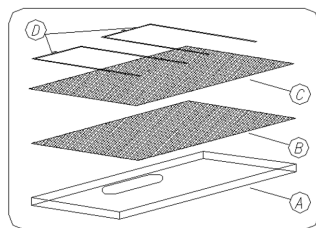

рис.7
- б) снять проволочные держатели (рис. 7 поз. D)
- с) извлечь алюминиевый жироулавливающий фильтр (рис. 7 поз. B)
- заменить угольный фильтр (рис. 7 поз. C), который находится над жироулавливающим фильтром (рис. 7 поз. B),
- установить на место жироулавливающий фильтр вместе с угольным фильтром и закрепить при помощи проволочных держателей (рис. 7 поз. D).